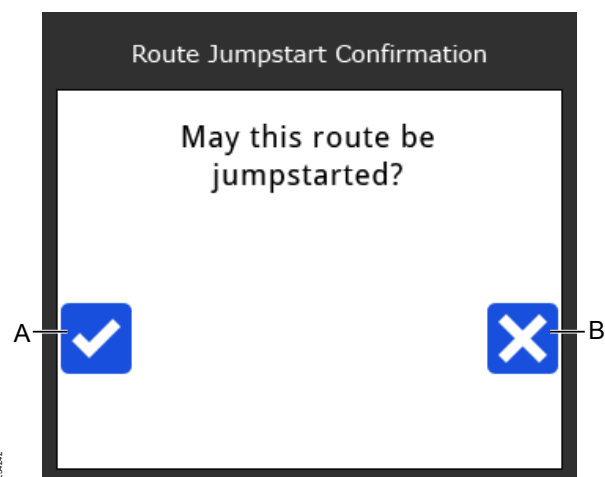

Fig. 33: "Bekreft gjenopptak av rute"-skjermen.
**Merk!** Det er kun mulig å justere ruter som tillater gjenopptak. Se Fig. 33.